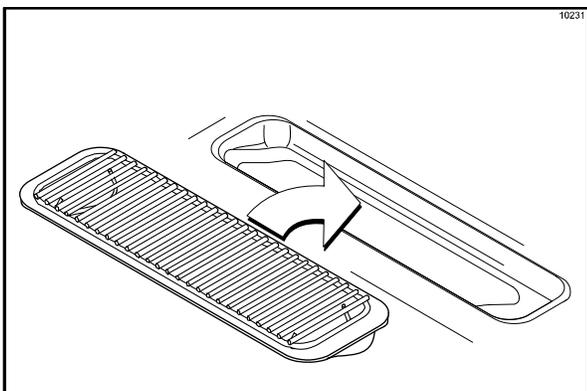

Figura 143
18. Instale la bandeja de goteo delantera y el escudo contra salpicaduras debajo de los surtidores de la puerta. (Vea la figura 143).